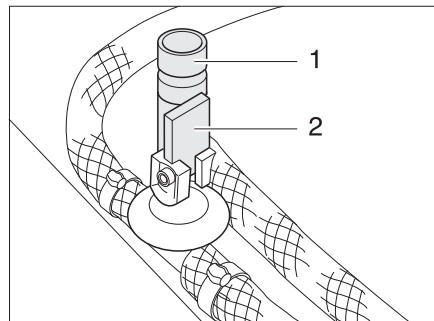

Bild 125 Ablasshähne für Truma Boiler
- Alle Ablasshähne für den Boiler schließen. Dazu den Kipphebel (Bild 125,2) waagrecht stellen bzw. die Kappe (Bild 125,1) im Uhrzeigersinn drehen.
- Alle Ablasshähne für den Boiler öffnen. Dazu den Kipphebel (Bild 125,2) senkrecht stellen bzw. die Kappe (Bild 125,1) entgegen dem Uhrzeigersinn drehen.